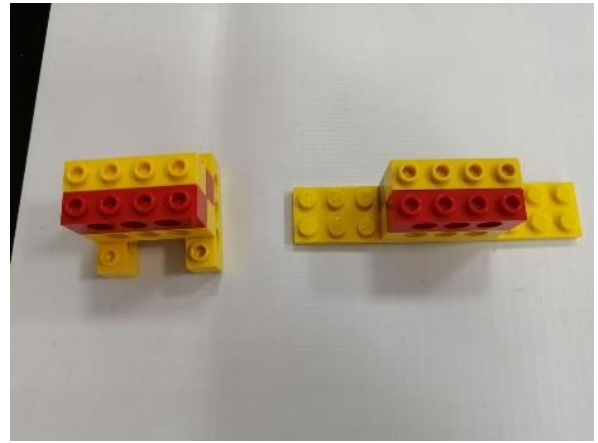

Рисунок3.
2. Пластина 2x10 – 1шт. и балка с шипами 1x4 – 4 шт. (смотрите рис. 3).